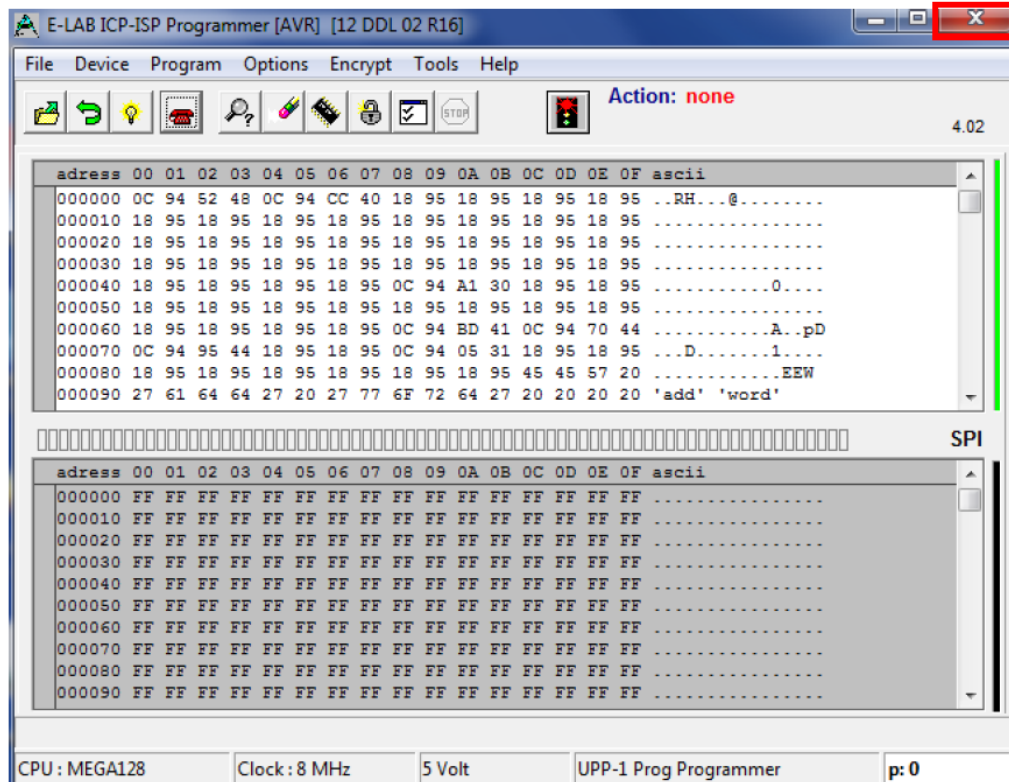

Рисунок 18
1.2.17 Закройте программное обеспечение E-LAB ISP-ICP Programmer, нажав на крестик в правом верхнем углу окна (рисунок 18).